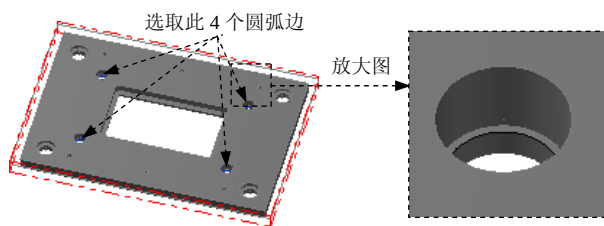

图 2.33 选取钻孔点
Step2. 设置加工区域。在“选取钻孔的点”对话框中单击 **选择图案(S)** 按钮, 在图形区中选取图 2.33 所示的四个圆弧边, 然后单击 **排序...** 按钮, 系统弹出“排序”对话框。在该对话框中 **排序方式** 区域单击  按钮, 然后单击  按钮, 完成排序方式的设置。